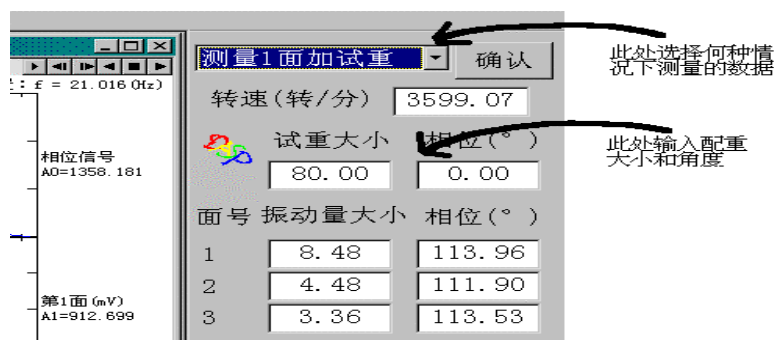

图 2-14
5. 设定测量数据为何种情况下的数据，在右部对话框的最上方的下拉列表中，可以选择当前调入的数据是在何种情况下测量的，一般有以下几种情况：未加配重时、1 面加配重、2 面加配重、……、平衡后再次测量结果等几种情况，选择后还需要输入加配重的配重大小和角度。如图 2-14：